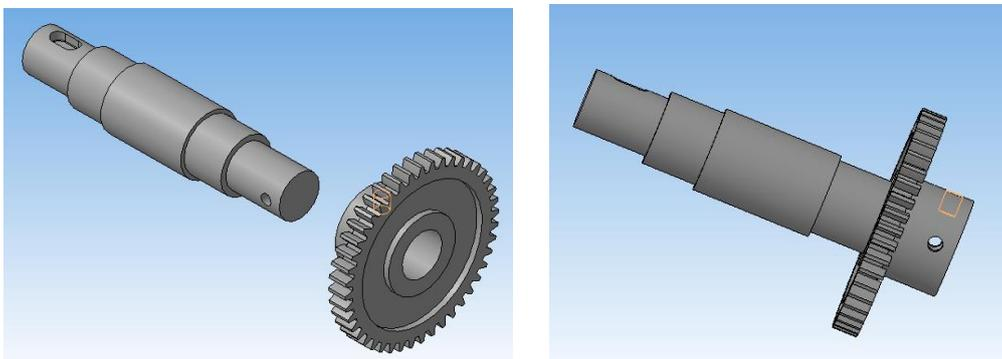

Рисунок 103.
4. Далее выберите команду «Соосность» и поочередно укажите внутреннюю поверхность отверстия на валу и на зубчатом колесе. Зубчатое колесо займет свое положение на валу (рисунок 103).